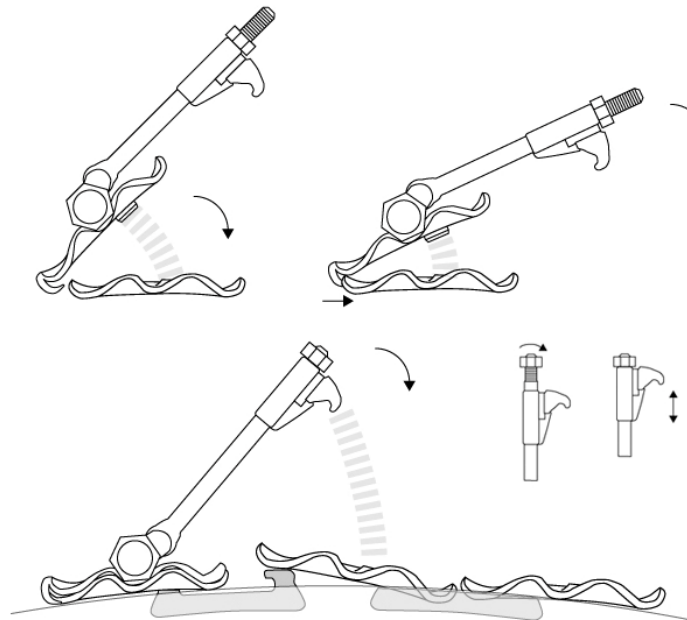
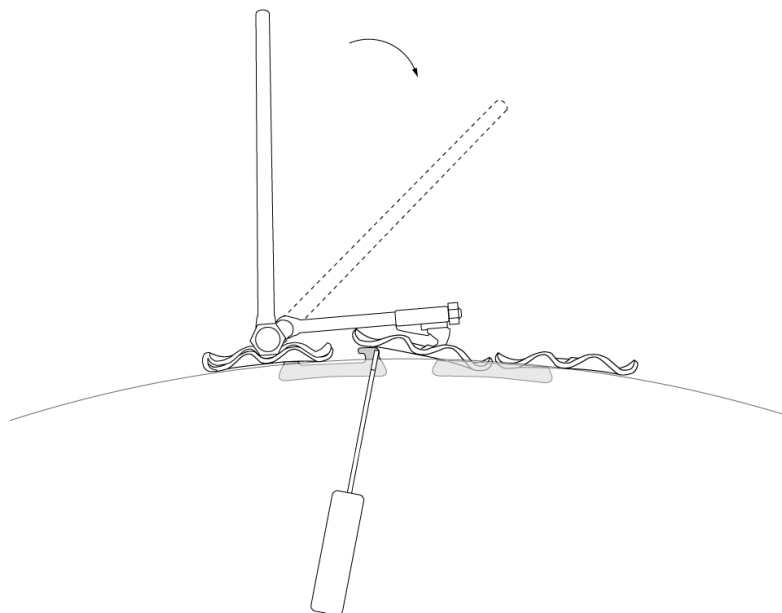

Fig. 5
Fig. 9
5. Für die Schließung unter dem Aufwand der gesamten Kette verwenden Sie die Presse (D). Lehnen Sie die Presse (D) an die Kachel (A) und fügen Sie beide Hacken der Presse in die Löcher der Kachel ein die fixiert werden muss. Die Länge der Presse (D) kann mit Hilfe der Schraube die sich am Ende der Presse befindet eingestellt werden (Fig. 5).
7. Die Entfernung des Antirutschgeräts MITA ist sehr einfach. Lehnen Sie die Presse (D) an irgendeine erreichbare Kachel (A), da alle Kacheln angemessen sind für den Prozess der Demontage. Setzen Sie die Presse (D) so wie es im Punkt 5 beschrieben wurde (Fig. 5). Drehen Sie stark am Hebel an der Presse (D) mit dem Schraubenschlüssel (E) um 90° (Fig. 7-8). Das Bindeglied muss von der Kachel (A) entfernt werden. Wenn es nötig ist heben sie die Kachel mit Hilfe des Schraubenschlüssels (F) hoch, so dass Sie das Bindeglied befreien (Fig.9). Entfernen Sie die Presse (D), legen Sie die Ketten auf den Boden und bewegen Sie das Fahrzeug. Wickeln Sie die so befreiten Ketten ein und stellen Sie sie in die Box ohne sie auseinanderzunehmen.